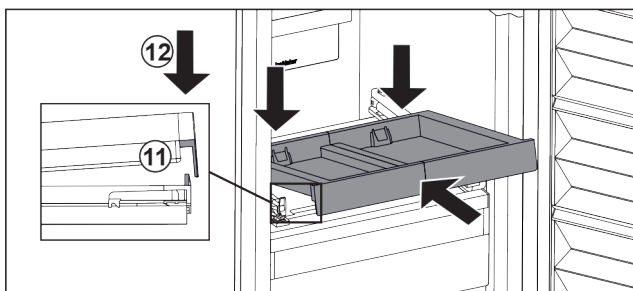

Fig. 29
- Вставьте, наклоняя вниз. Обратите внимание на то, чтобы на обеих сторонах упор был за накладкой. Fig. 29 (11)
- Снимите выдвижную панель спереди. Fig. 29 (12)